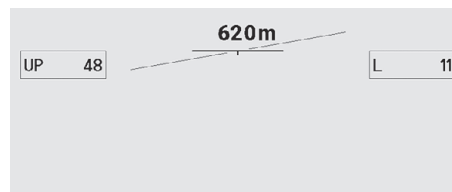

Fig. 4
2. Premere brevemente di nuovo il tasto on/off (2/1) per accedere al menu alternativo (Fig. 4).